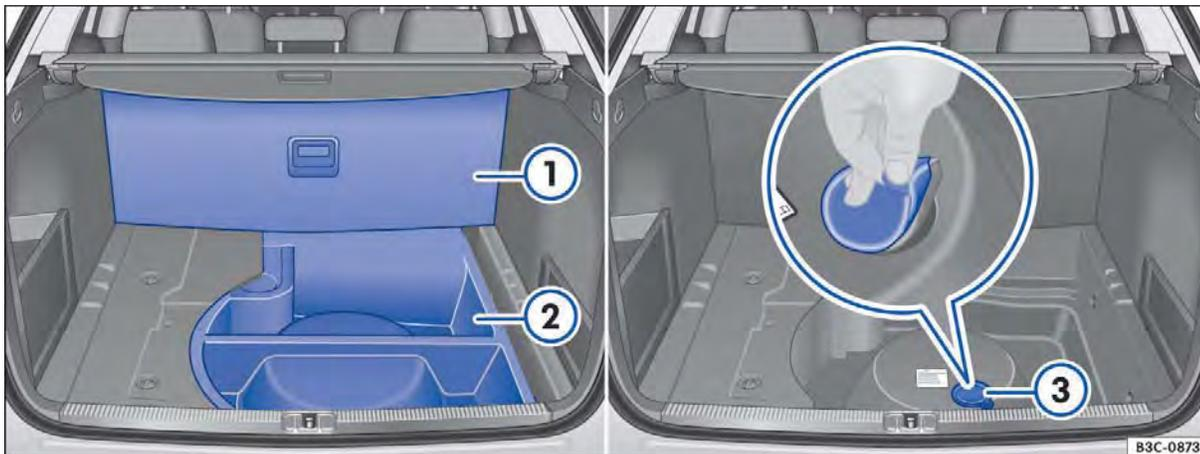
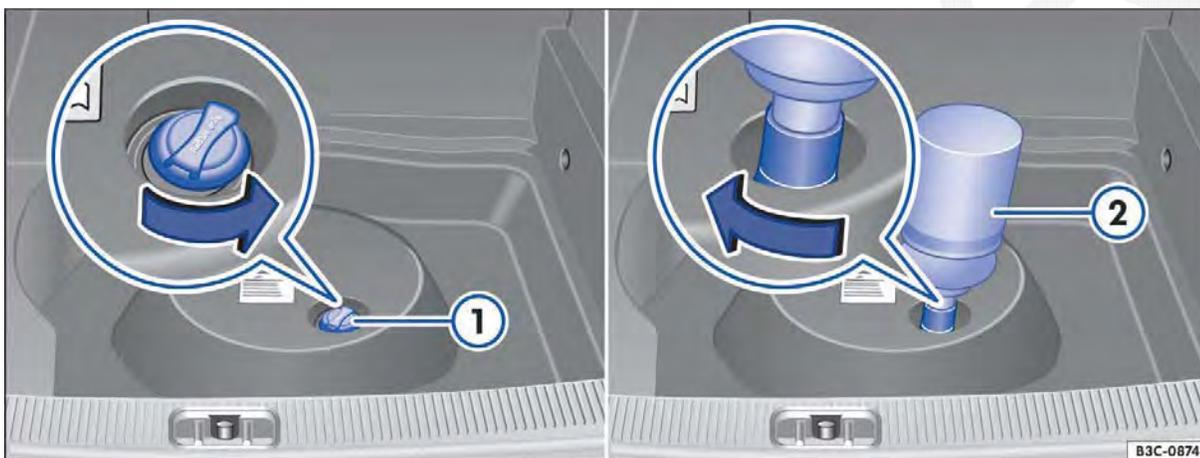

Fig. 194 Compartimento de bagagem com peça de espuma e reservatório de AdBlue.
Fig. 195 Embaixo da peça de espuma no compartimento de bagagem: tanque AdBlue com tampa do bocal de abastecimento e frasco de reabastecimento.
- Rebater o revestimento do assoalho ⇒ Fig. 194 (1) para cima e empurrá-lo para trás.
- Remover a peça de espuma (2).
- Retirar a vedação (3) do reservatório de AdBlue®.
- Girar a tampa do bocal de abastecimento do reservatório ⇒ Fig. 195 (1) no sentido anti-horário.
- Girar a tampa do bocal de abastecimento do reservatório ① no sentido horário até que ela se encaixe.
- Inserir a vedação cuidadosamente ⇒ Fig. 194 ③.